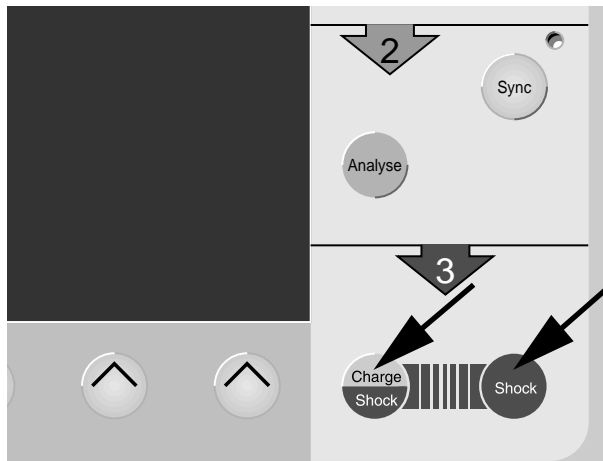

Bild 4-8. Tasten zum Starten des Energieladevorgangs und Auslösen des Defibrillationsimpulses
- Führen Sie die Defibrillation wie bei der Verwendung von Paddles durch (Seite 19). Beachten Sie, daß Sie den Energieladevorgang mit Taste  starten und den Impuls durch gleichzeitiges Drücken von  **und**  auslösen (Bild 4-8).